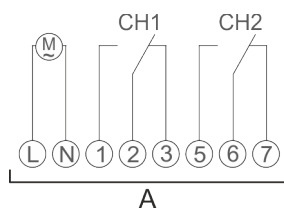

Fig. 5: Schema elettrico
3. Collegare l'estensione di canale conformemente allo schema elettrico (Fig. 5).